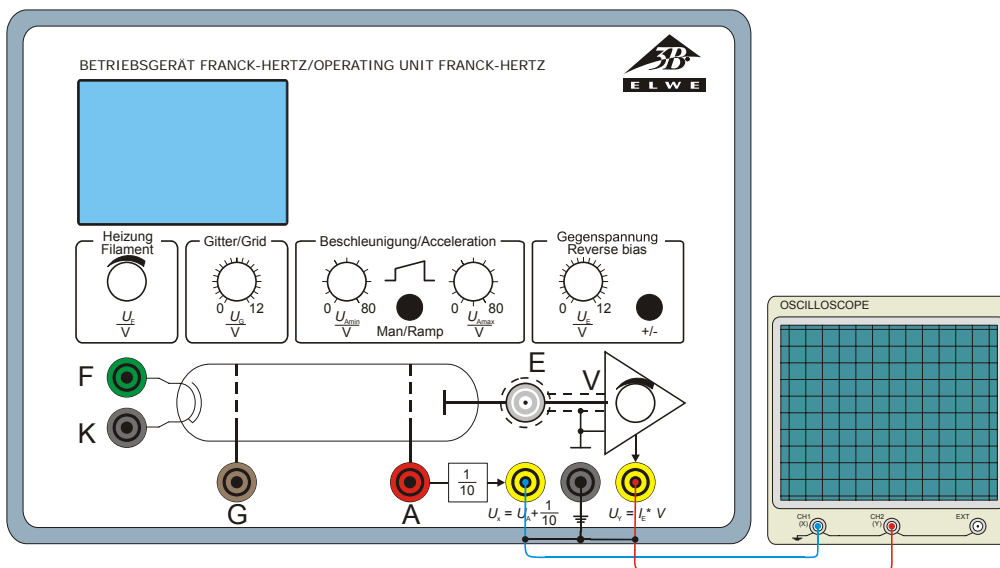

Fig. 7 Conexão de um osciloscópio no aparelho para o experimento de Franck-Hertz
- Conectar a saída  $U_x$  do aparelho para o experimento de Franck-Hertz ao Channel 1 (desvio X) e a saída  $U_y$  ao Channel 2 (desvio Y) do osciloscópio. (vide Fig. 7)